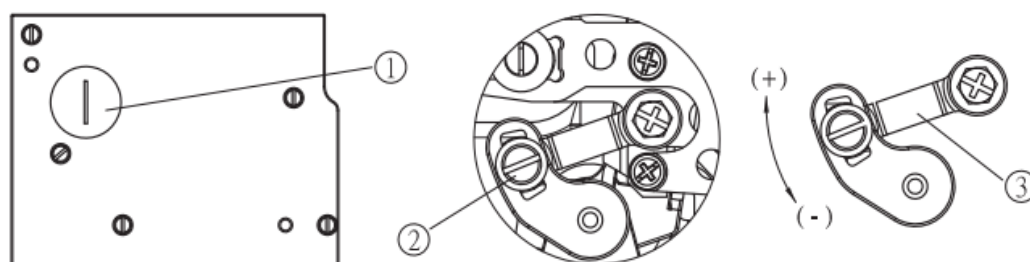

Рис.20
(3) После регулировки установите крышку обратно в заднюю часть станины и затяните винт (1). (рис.20)